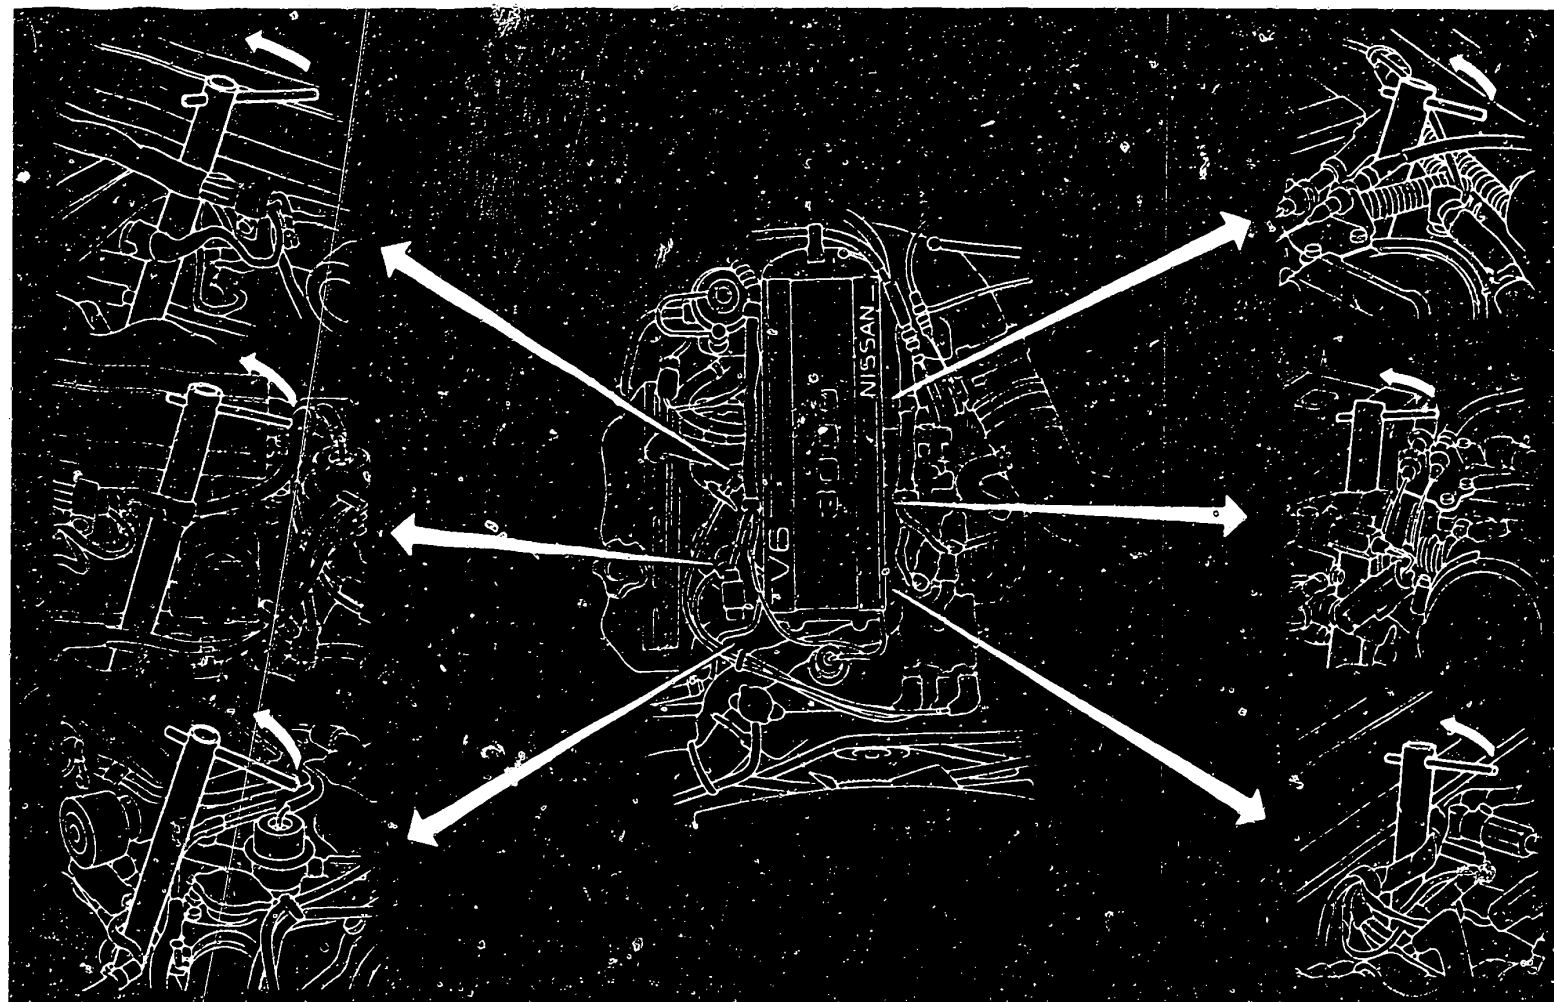

Bild 39 Position des Kerzenschlüssels beim Aus- und Einbau der Zündkerzen.
- Beim Auswechseln der **Zündkerzen** ist nach den Angaben in Bild 39 vorzugehen.